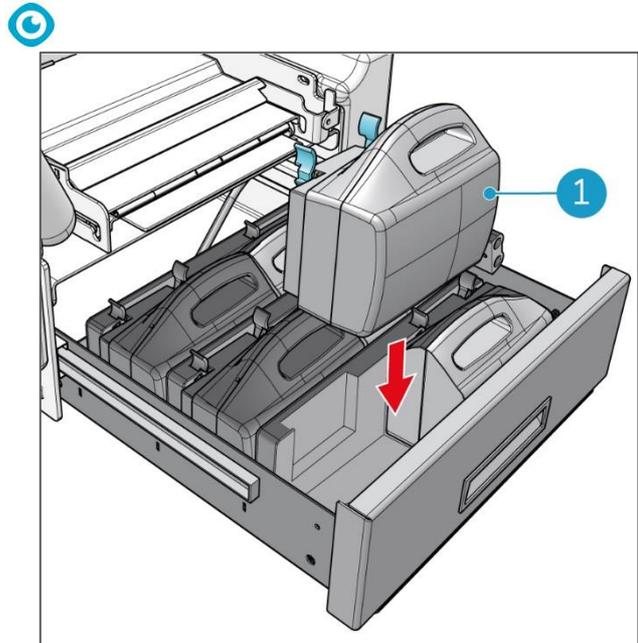

Figure 15
Un « clic » indique que les batteries sont correctement enclenchées (Figure 15, pos. 1).